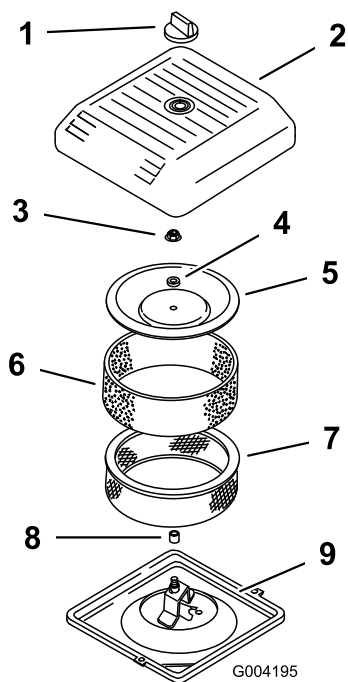

Figura 158
- Glisai cu grijă prefiltrul din spumă pe filtrul din hârtie (Figura 158).